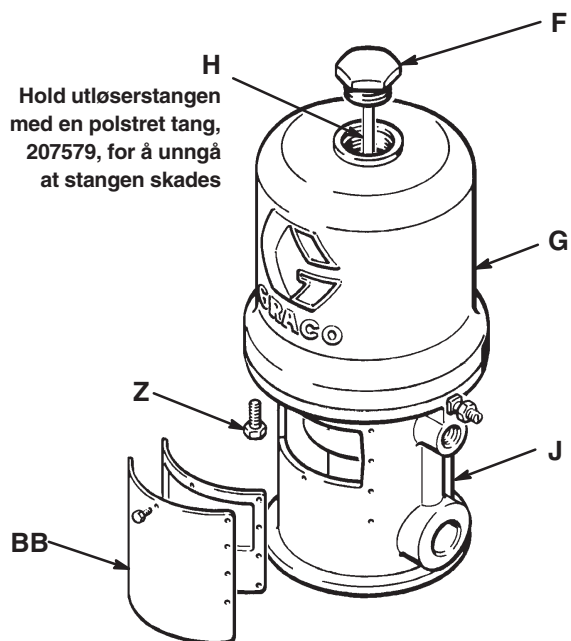

Fig. 2
3. Press stempelstangen opp manuelt for å flytte stempel-enheten til toppen av slaget. Skru kapselmutteren (F) ut av sylinderen (G). Trekk kapselmutteren oppover. Grip utløserstangen (H) med den polstrede tangen 207579, og skru kapselmutteren av utløserstangen. Se Fig. 2.
4. Ta ut de åtte skruene (Z) som fester sylinderen til (G) til bunnen (J). Trekk sylinderen *rett opp* av stempelet. Se Fig. 2.